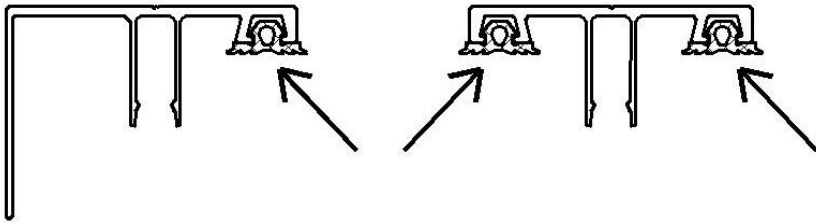

Abb. 11
- 1.22 Drücken Sie die mitgelieferte Dichtung in die Klickleiste. Abb.11